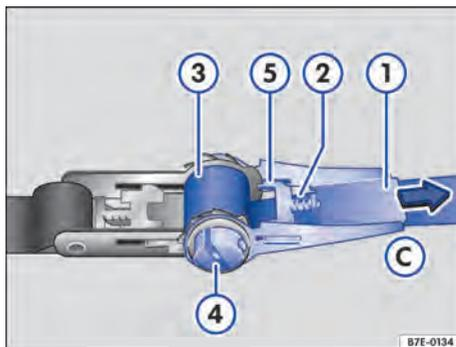

Fig. 126 Apertar o cinto com catraca.
- Pressionar o cursor → Fig. 126 ② para fora.
- Mover a alavanca → Fig. 126 ① para a posição ③ até que o cursor ② encaixe na posição final ⑤. O eixo com fenda ④ está no modo de movimento livre.